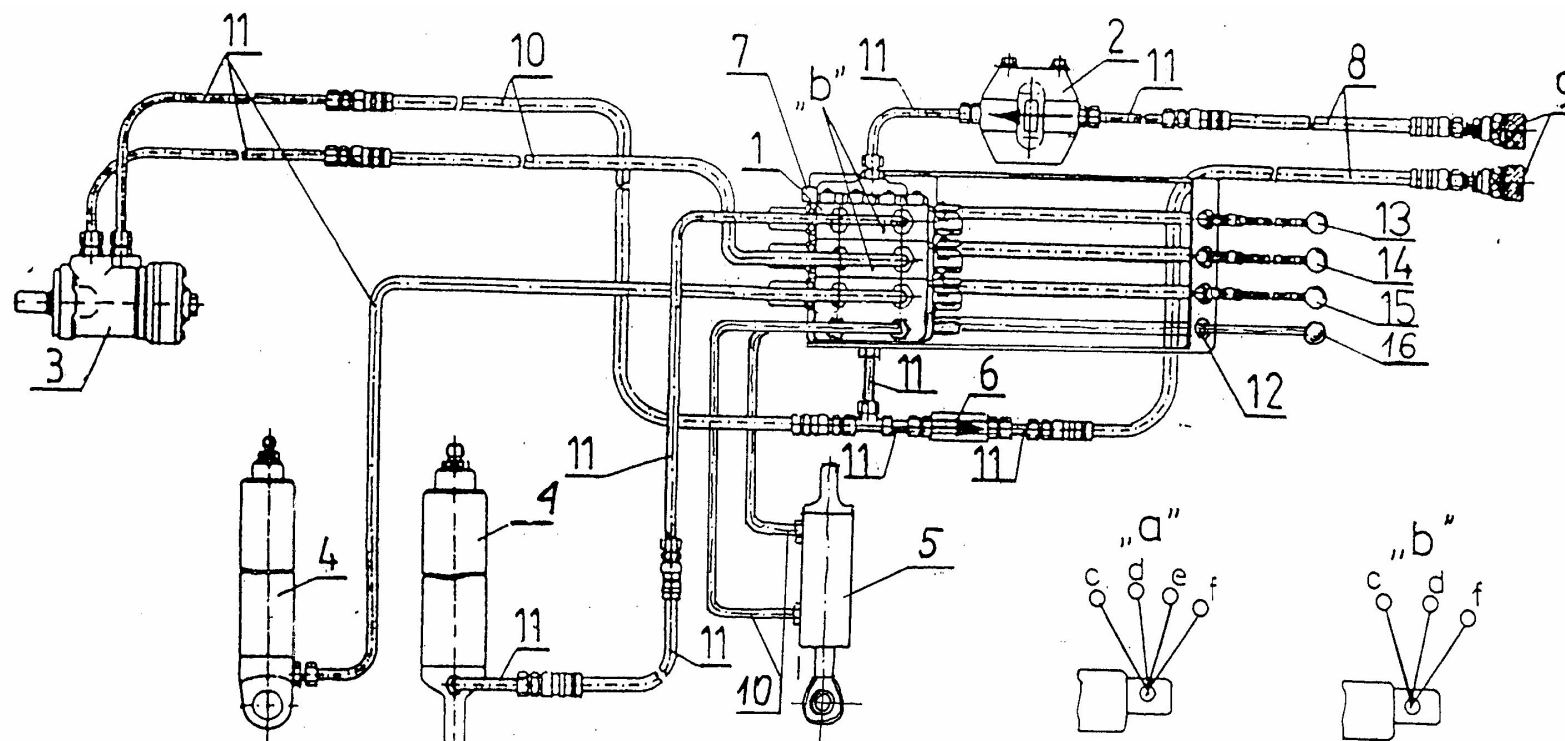
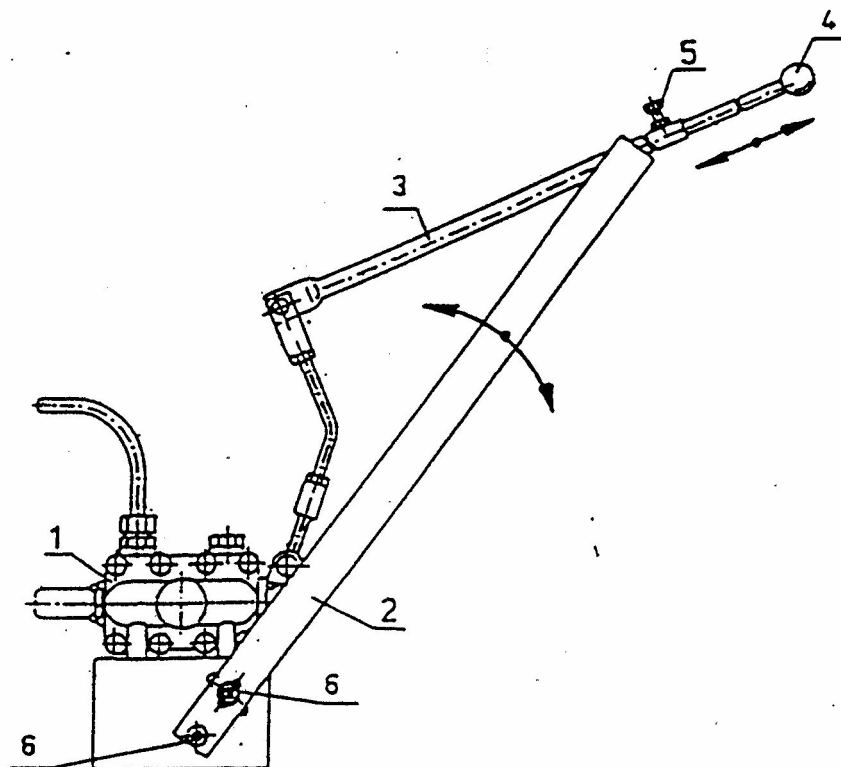

Рис. 8. Гидравлическая установка комбайна
Рис. 9 . Регулировка высоты и расстояния положения рычагов управления.
Гидравлическая установка состоит из: гидравлического сепаратора 1 (рис. 8). Крайняя правая секция имеет 4 положения, с плавающим положением, которое устанавливается замком, предназначенном для отвального плуга. Сепаратор имеет переливной клапан 7, фабрично установленный на максимальное давление $16 \div 0,5$ МПа. Клапан оснащён гарантийной пломбой.
- фильтра высокого давления тонкой очистки 2 (рис. 8), который установлен на напорном проводе,
ВАЖНО: Возвратный клапан 6 обеспечивает протекание масла в правильном направлении- это важно для работы двигателя и защищает гидравлический сепаратор. Правильное направление течения масла – согласно стрелкам на рис. 8.
Сепаратор комбайна позволяет питать в данный момент только один приёмник, то есть если включен, например, привод двигателя, нельзя поднять бункера. При установке рычага секции 4 положений в положение «плавающее», можно питать один из остальных приёмников. Цилиндрами и двигателем управляет тракторист, переставляя соответствующим образом рычаги 13, 14 и 15 (рис. 8). Рычаг 13 служит для управления цилиндром бункера, рычаг 14 – двигателем, рычаг 15 – цилиндром отвального плуга. У рычагов, на плече 12 расположена табличка, которая информирует о предназначении рычагов. Рычаги 3 и плечо 2 (рис. 9) можно регулировать, чтобы приспособить их к потребностям тракториста,